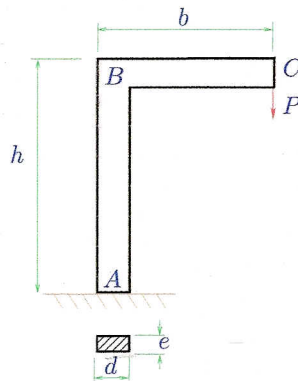

Figura 1: Viga doblada.
1. La viga de sección rectangular ABC de la Figura 1 está bajo el efecto de una carga vertical P en C y está empotrada en A . La sección se muestra en la parte inferior de la figura. (20 puntos)